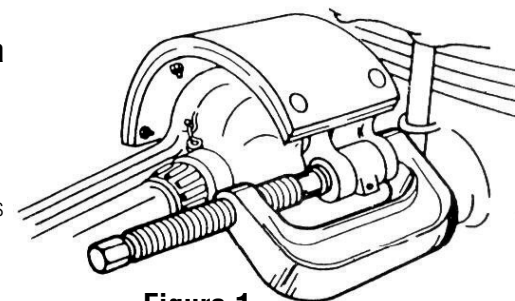

Figura 1
2. Coloque la prensa en C sobre la araña del freno tal como se muestra en la Figura 1.